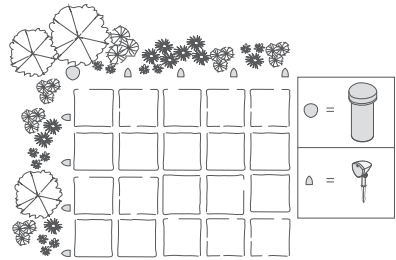

Figura 1
- Combinado con altavoces satélite Definitive Technology LS-400 (ver figura 1)